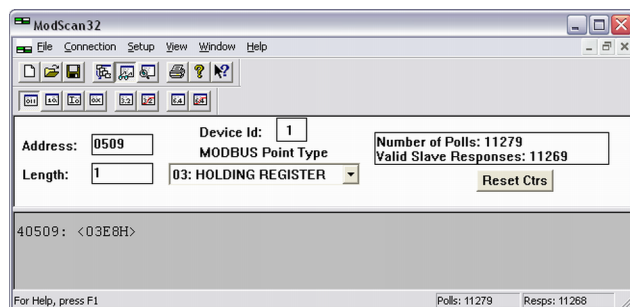

Abb. 310: Modscan32 bei Adresse 40509
- ➔ Legen Sie analog zu  weitere Informationen auf Seite 676 die Parameteradresse fest (siehe Abb. 310).